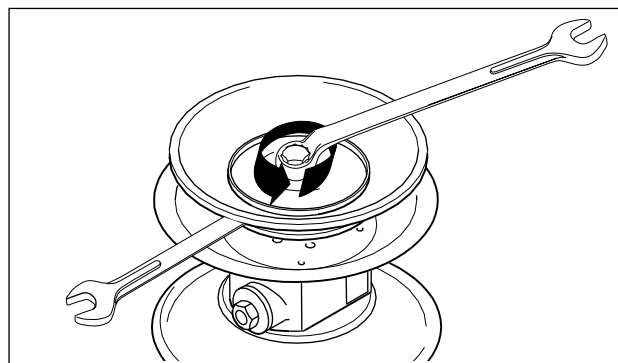

Fig. 10: Smontare il disco del diaframma. (decade con diaframma noppedE4®.)
- Smontare il disco esterno del diaframma ed estrarlo insieme al diaframma (Fig.10).